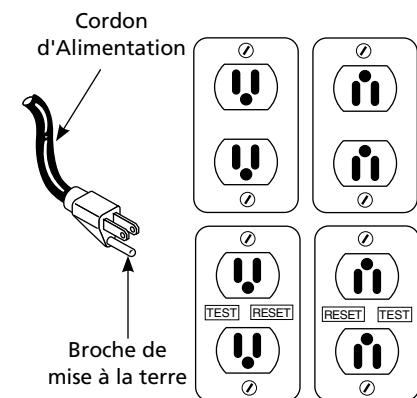

Figure 2 - Prises DDFT Requises et Position en Option
1. Un interrupteur pour protéger contre un défaut de mise à la terre (DDFT) est exigé (Figure 2).
3. Introduire le cordon d'alimentation de la pompe directement dans une prise de courant (Voir Fig. 2).